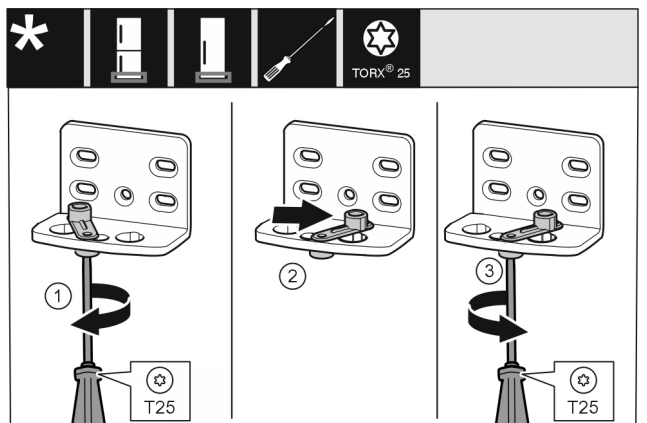

Fig. 16
- ▶ Ослабте гвинт Fig. 16 (1) за допомогою викрутки.
- ▶ Підніміть допоміжний засіб для закривання дверцят Fig. 16 (2) і поверніть його в отворі на 90° праворуч.
- ▶ За допомогою викрутки закрутіть гвинт Fig. 16 (3).